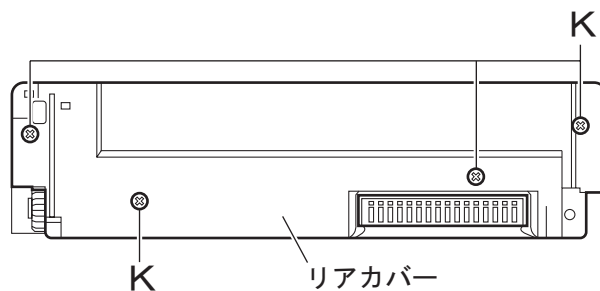

図 9
(図 9～11 参照)
- (1) フロントパネル組立裏面より、フロント基板を取り付けているネジ **K** 4 本を外します。(図 9 参照)